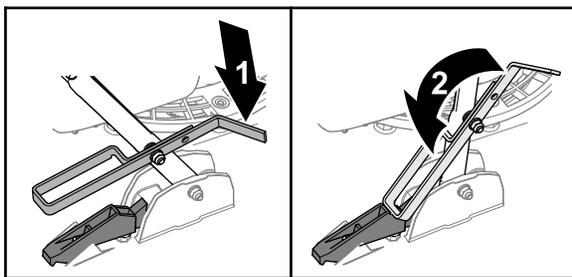

図 25
- ハンドルバーを持ち上げてフットストップを前に倒せばハンドルバーが解放されます 図 25。